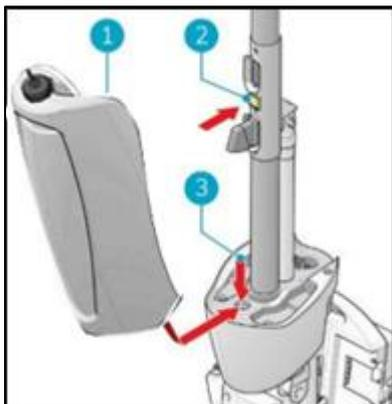

Figura 35.
14. Appoggiare il fondo del serbatoio di recupero (Figura 35, pos. 1 e pos. 3) sulla parte anteriore di i-mop® XXL.
15. Spingere la parte superiore del serbatoio in posizione finché non si sente un "clic"; il magnete (Figura 35, pos. 2) bloccherà il serbatoio di recupero in posizione.